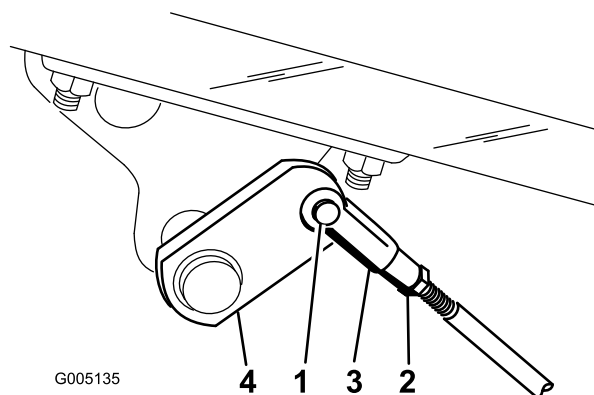

Figura 57
2. Se os travões não bloquearem de forma idêntica, desengate as barras dos travões, retirando o respectivo contrapino e pino da manilha (Figura 57).
3. Liberte a porca de bloqueio e efectue o ajuste da manilha (Figura 57).
4. Monte a cavilha no eixo do travão (Figura 57).